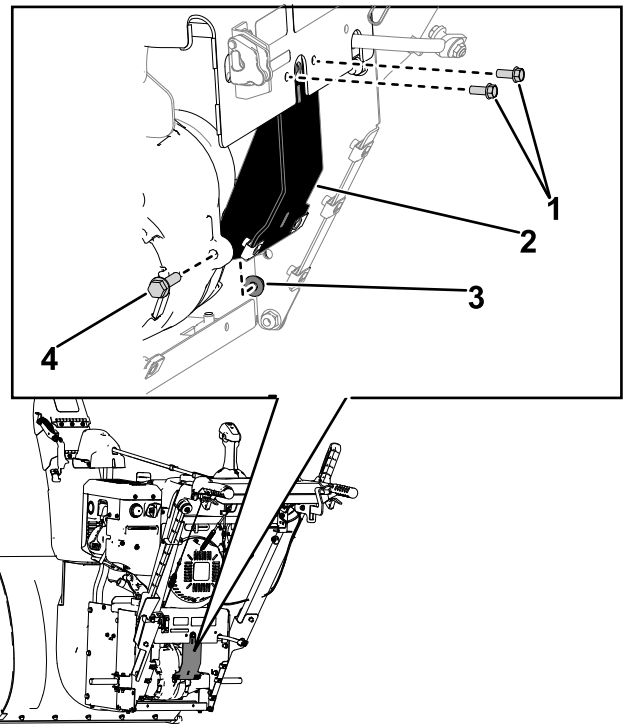

Figura 10
1. A partir da traseira da máquina, remova os dois parafusos (1/4 x 5/8 pol.) que prendem o suporte da transmissão hidrostática à placa superior (Figura 10).
2. Remova o parafuso (5/16 x 1 1/4 pol.) e a porca de bloqueio (5/16 pol.) que prende a parte inferior do suporte da transmissão hidrostática ao conjunto da transmissão hidrostática. Remova o suporte da transmissão hidrostática da máquina (Figura 10).